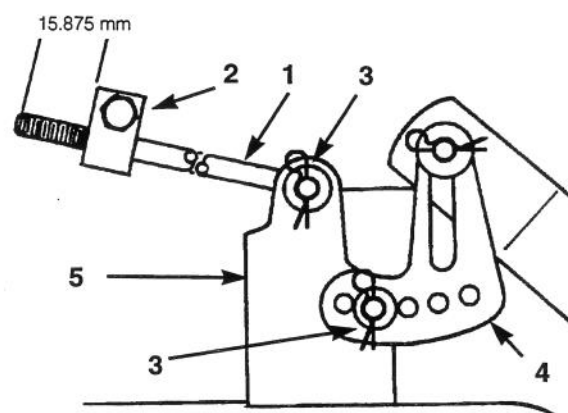

Figure 7
8. Vérifier que les deux tiges dépassent le bloc de réglage de 15,87 mm (Fig. 7).
9. Insérer l'extrémité de la longue tige dans le trou du support de la tondeuse (Fig. 7). Fixer la tige en place au moyen de la rondelle et de la goupille. Répéter l'opération de l'autre côté de la tondeuse.
10. Monter la patte fendue de mise à niveau sur la goupille du bras de hauteur de coupe (Fig. 7). Fixer la tondeuse au moyen de la rondelle et de la goupille. Répéter l'opération de l'autre côté de la tondeuse.